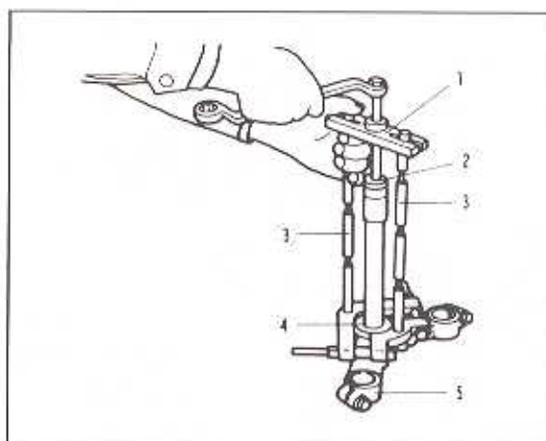

Bild 259
- Den auf der unteren Gabelbrücke befindlichen Lagerinnenring abziehen (Bild 259).